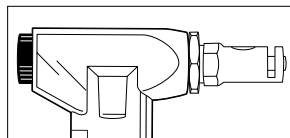

Figure 1
1. Le montage correct de lame et matrice est indiqué à la Figure 1.